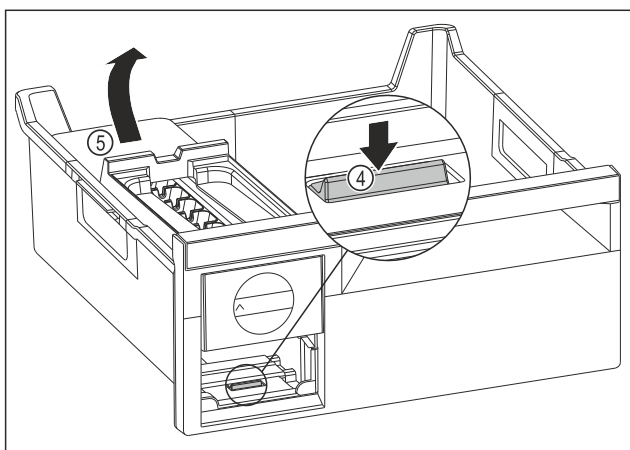

Fig. 83
- Fjern hoveddelen til EasyTwist-Ice: Trykk tappene Fig. 83 (4) ned med fingeren samtidig som hoveddelen til EasyTwist-Ice Fig. 83 (5) løftes opp fra baksiden med den andre hånden.